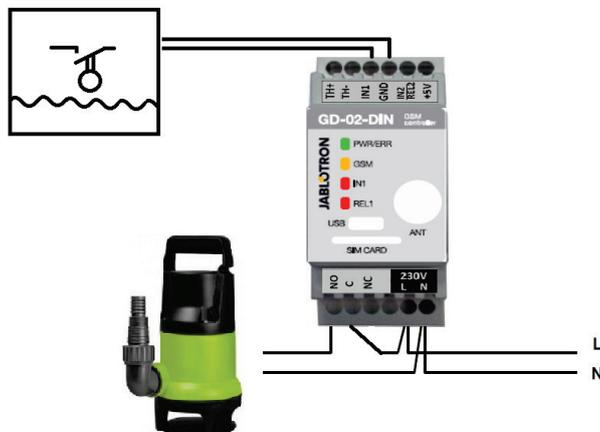

Figura 3: Monitorizar o nível de água máximo num tanque com drenagem automática de água, através da bomba de água.
- Este diagrama indica a conexão do sensor de nível para as entradas IN1 e GND. A potência de saída do REL1 passa para 230 V para alimentar a bomba de água. Ver Figura 3.